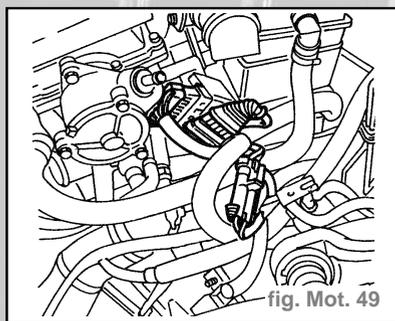

fig. Mot. 49
- Débrancher les connexions électriques indiquées (fig. Mot. 49).